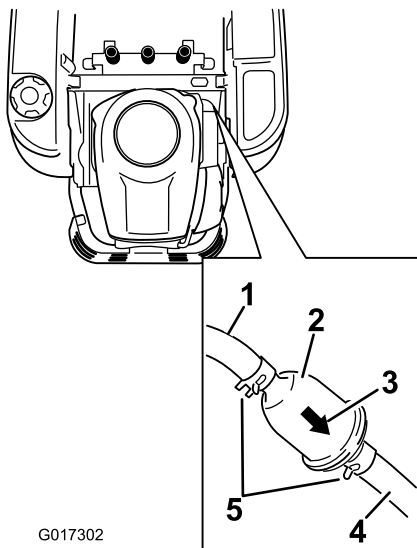

Bild 43
3. Ermitteln Sie den Kraftstofffilter an der rechten Seite des Motors (Bild 43).
4. Drücken Sie die Enden der Schlauchklemmen zusammen und schieben Sie sie vom Filter weg (Bild 43).
7. Schieben Sie die Schlauchklemmen eng an den Filter (Bild 43), um ihn zu befestigen.